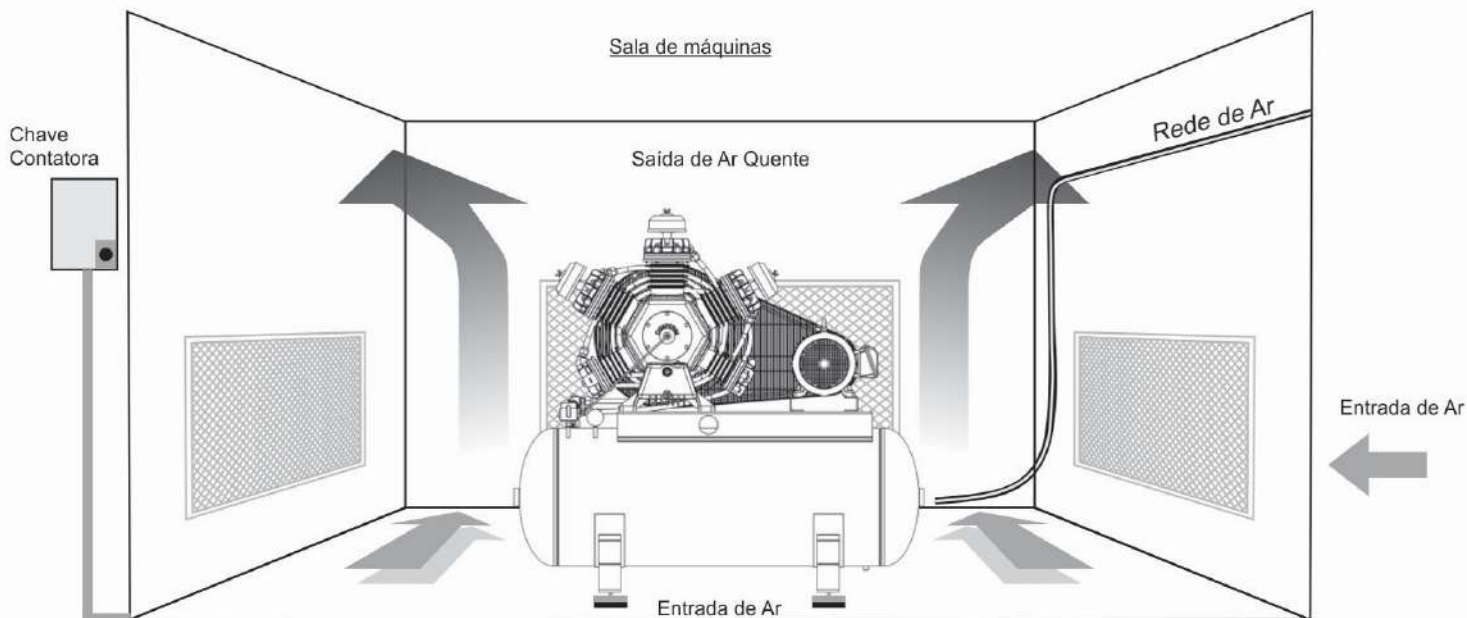

FIGURA 1
- 4.2 Prepare uma sala própria, coberta, ventilada, livre de raios solares, chuva, poeira ou qualquer outro tipo de poluição. Figura 1